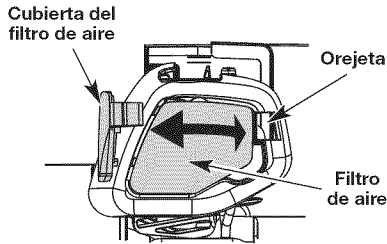

Fig. 14
- Abra la cubierta del filtro de aire presionando hacia dentro la lengüeta de traba y sacando la cubierta del filtro (Fig. 14).
- Retire el filtro de aire (Fig. 14).
- Vuelva a colocar el filtro de aire en la placa de base (Fig. 14).
- Vuelva a instalar la tapa del filtro de aire. Coloque las dos pequeñas lengüetas de la cubierta del filtro de aire sobre las dos ranuras de la placa posterior y presione la cubierta hacia abajo, cerciorándose que la lengüeta y la ranura estén bien alineadas, hasta que encaje en su lugar (Fig. 14).